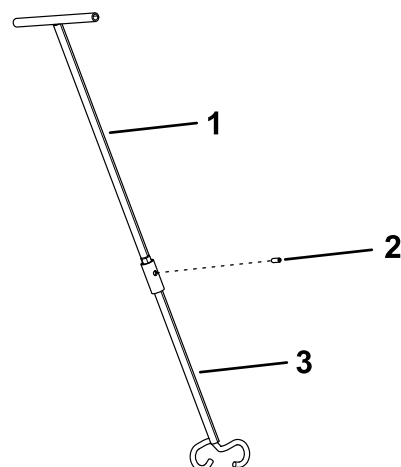

Figura 21
2. Fissate il collegamento con un perno cilindrico (Figura 21).